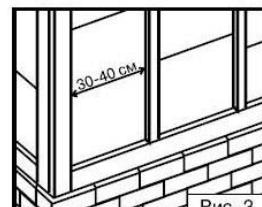

Рис. 3
- На стены набиваются вертикальные рейки на расстоянии 30–40 см друг от друга и от углов и дополнительно вокруг окон, дверей, других проемов и отверстий, на всех углах, по низу и вверху зоны установки сайдинга (рис. 3). Если в будущем планируется вешать